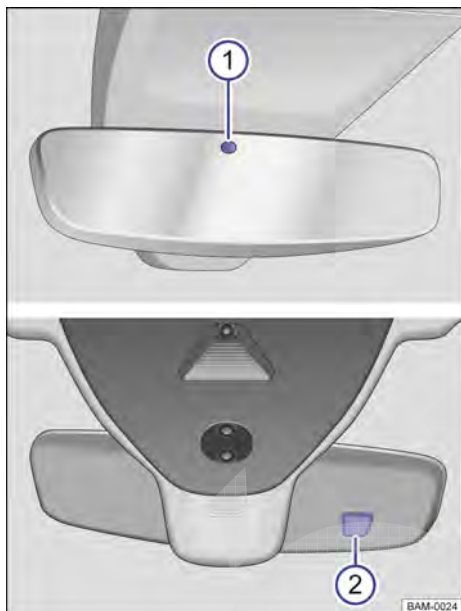

Fig. 124 No para-brisa: espelho retrovisor interno com antiofuscante automático.
Com a ignição ligada, os sensores medem a incidência traseira → Fig. 124 ① e dianteira de luz ②.